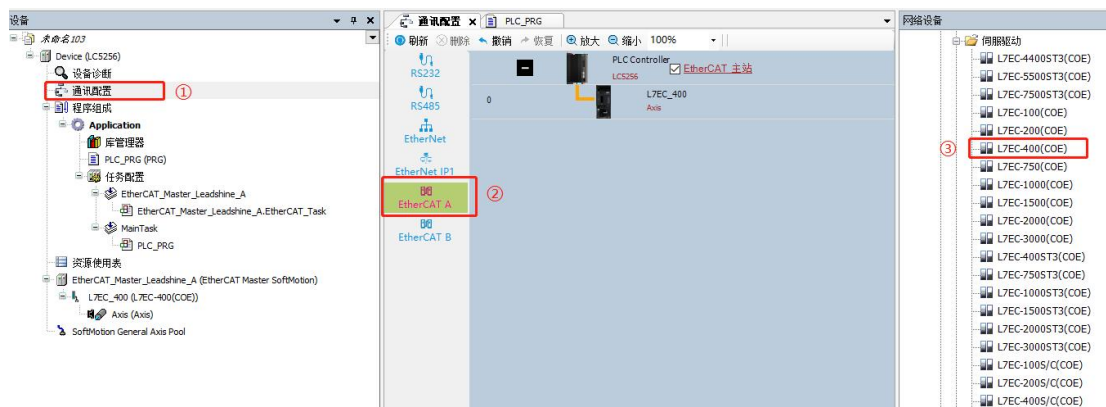

图 6.5 EtherCAT 轴的组态方法一
如图 6.5 所示，鼠标双击设备导航栏窗口上的①通讯配置对象，左键单击② EtherCAT 主站（用户因根据是否需要双主站进行勾选），在右侧网络设备导航栏窗口上双击③总线伺服电机驱动器，完成 EtherCAT 轴的组态。